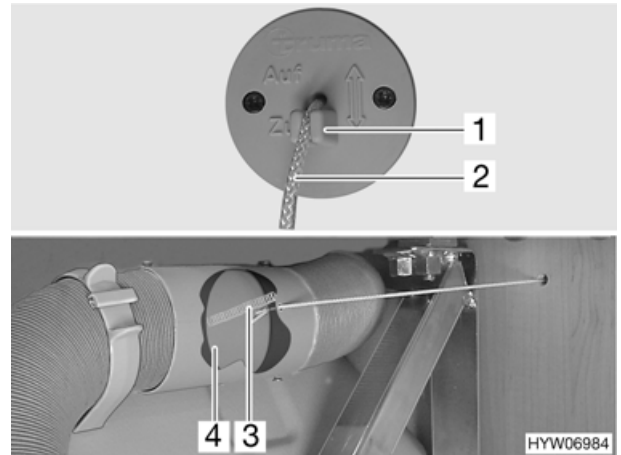

Bild 72 Strangsperrre
Die Warmluftverteilung zum Alkoven kann durch die Strangsperrre (Bild 72) geöffnet oder geschlossen werden.
- Schnur (Bild 72,2) herausziehen, bis ein leichter Widerstand zu spüren ist, und Schnur in der Klemmung (Bild 72,1) befestigen.
Die Klappe (Bild 72,4) ist geschlossen.
- Schnur (Bild 72,2) aus der Klemmung (Bild 72,1) lösen und langsam zurückführen.
Die Klappe (Bild 72,4) wird durch die Feder (Bild 72,3) geöffnet.